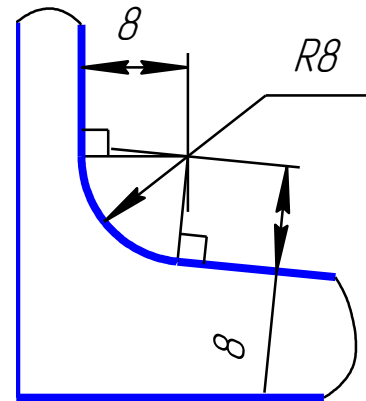

Рисунок 3.27 – Пример построения сопряжения между прямыми внутренний угол
4. Дуга радиусом 8 – это сопряжение между линией уклона и вертикальной линией стойки (рисунок 3.27).